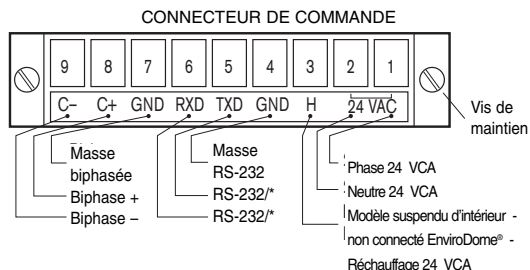

Figure 1
4.3.7. Câblez le connecteur 9 broches comme illustré à la FIGURE 1.
*Si le commutateur à glissière interne (voir FIGURE 1, sur la gauche) est positionné pour le fonctionnement RS-485, RXD fonctionne en mode DONNÉES (+) et TXD en mode DONNÉES (-).